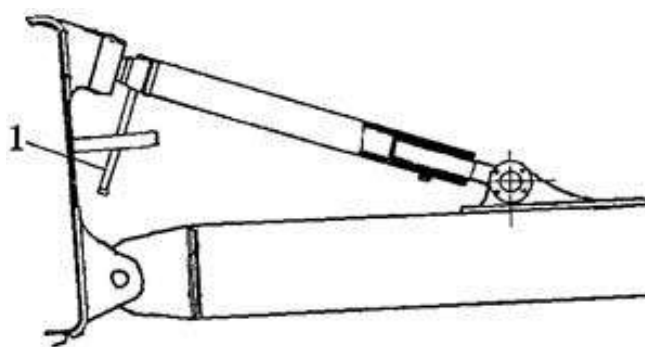

Рис. 7-4
7.3. Регулировка угла наклона отвала (см. Рис. 7-4)